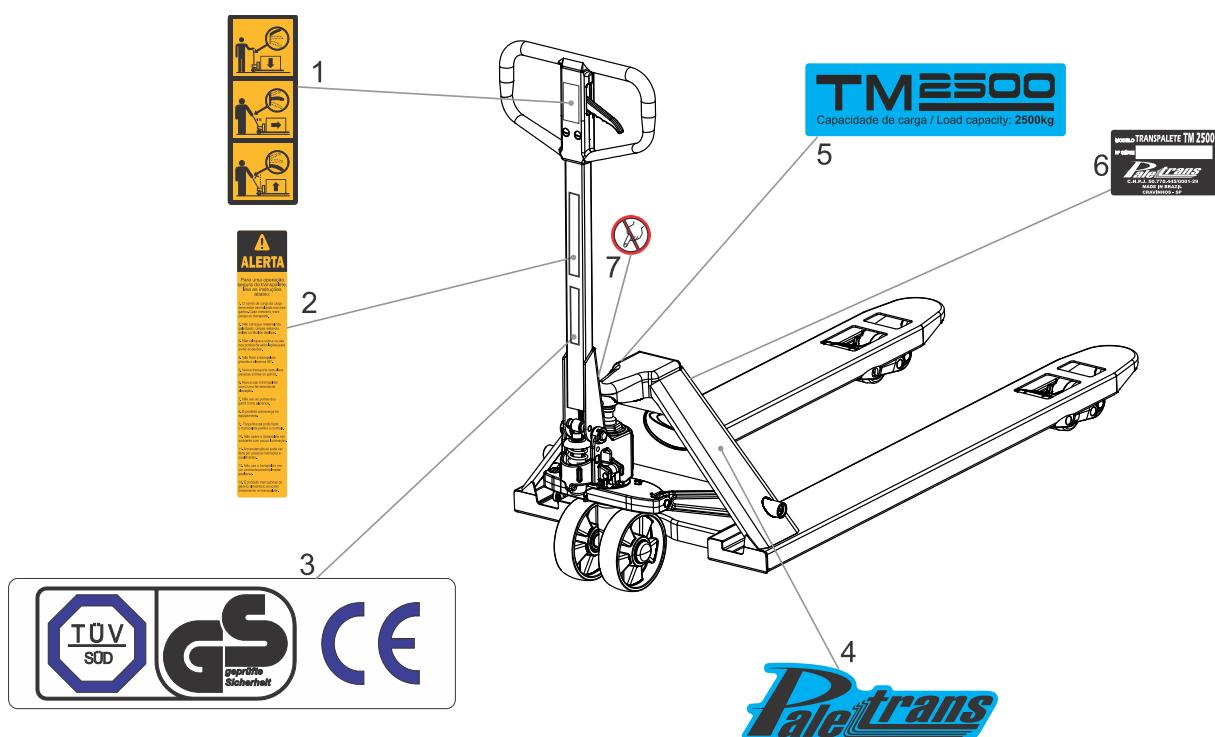

Figura 5 - Adesivos
Os adesivos de segurança e advertência devem ser fixados de acordo com a figura 5. Os conselhos e alertas sobre o transpalete são adicionais a este manual. Consulte as instruções de operação. Se os adesivos estiverem danificados ou faltando, substituí-los.
*Los adhesivos de seguridad y advertencia se deben fijar de acuerdo con la figura 5. Los consejos y alertas sobre el transpaleta son adicionales a este manual. Consulte las instrucciones de funcionamiento. Si los adhesivos están dañados o faltan, sustituirlos.*